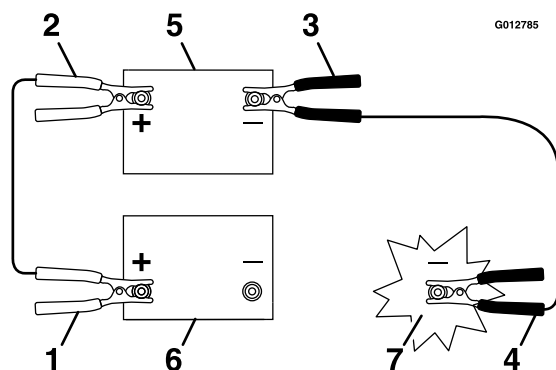

Figure 50
3. Branchez le câble positif (+) à la borne positive (+) de la batterie à plat qui est reliée au démarreur ou au solénoïde, comme montré à la Figure 50.